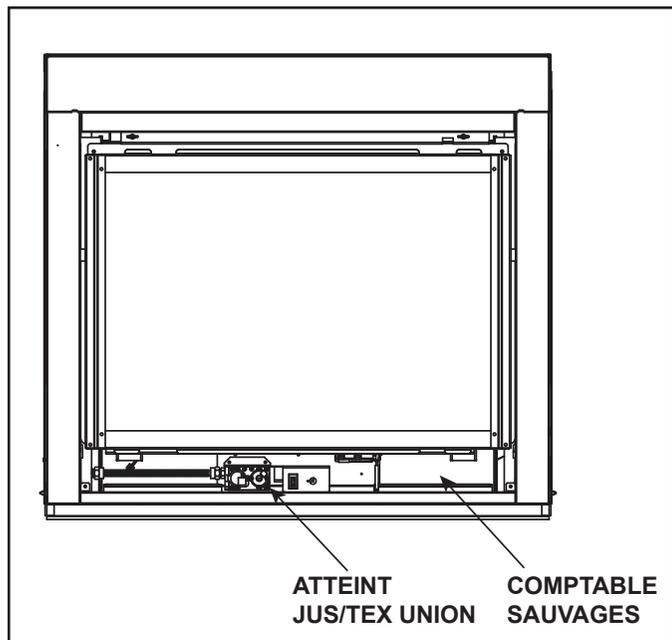

Figure 3.6 Emplacement du logement des commandes/vanne
Les modèles Mercury possèdent un taux de combustion variable commandé par le bouton HI/LO (ÉLEVÉ/FAIBLE) sur la vanne de gaz. La hauteur des flammes est donc ajustable. La figure 3.6 présente le bouton HI/LO. Il se trouve dans le logement des commandes du foyer. Le bouton HI/LO peut être ajusté selon vos besoins en tournant dans le sens antihoraire vers la position HIGH (ÉLEVÉ) et dans le sens horaire vers la position LO (FAIBLE).
Le système d'allumage à veilleuse intermittente IntelliFire est livré avec un système de secours à pile qui permet d'utiliser le système pendant une panne de courant. Un bloc-piles installé en usine se trouve dans le logement des commandes du foyer. Voir la figure 3.6. Ne pas mettre de piles dans le bloc-piles pendant l'utilisation de l'alimentation électrique pour faire fonctionner le foyer. Retirer les piles du bac à pile lorsque l'alimentation est restaurée.
1. Accéder au logement des commandes du foyer. Voir la figure 3.6 pour connaître l'emplacement. La façade décorative pourrait devoir être retirée.